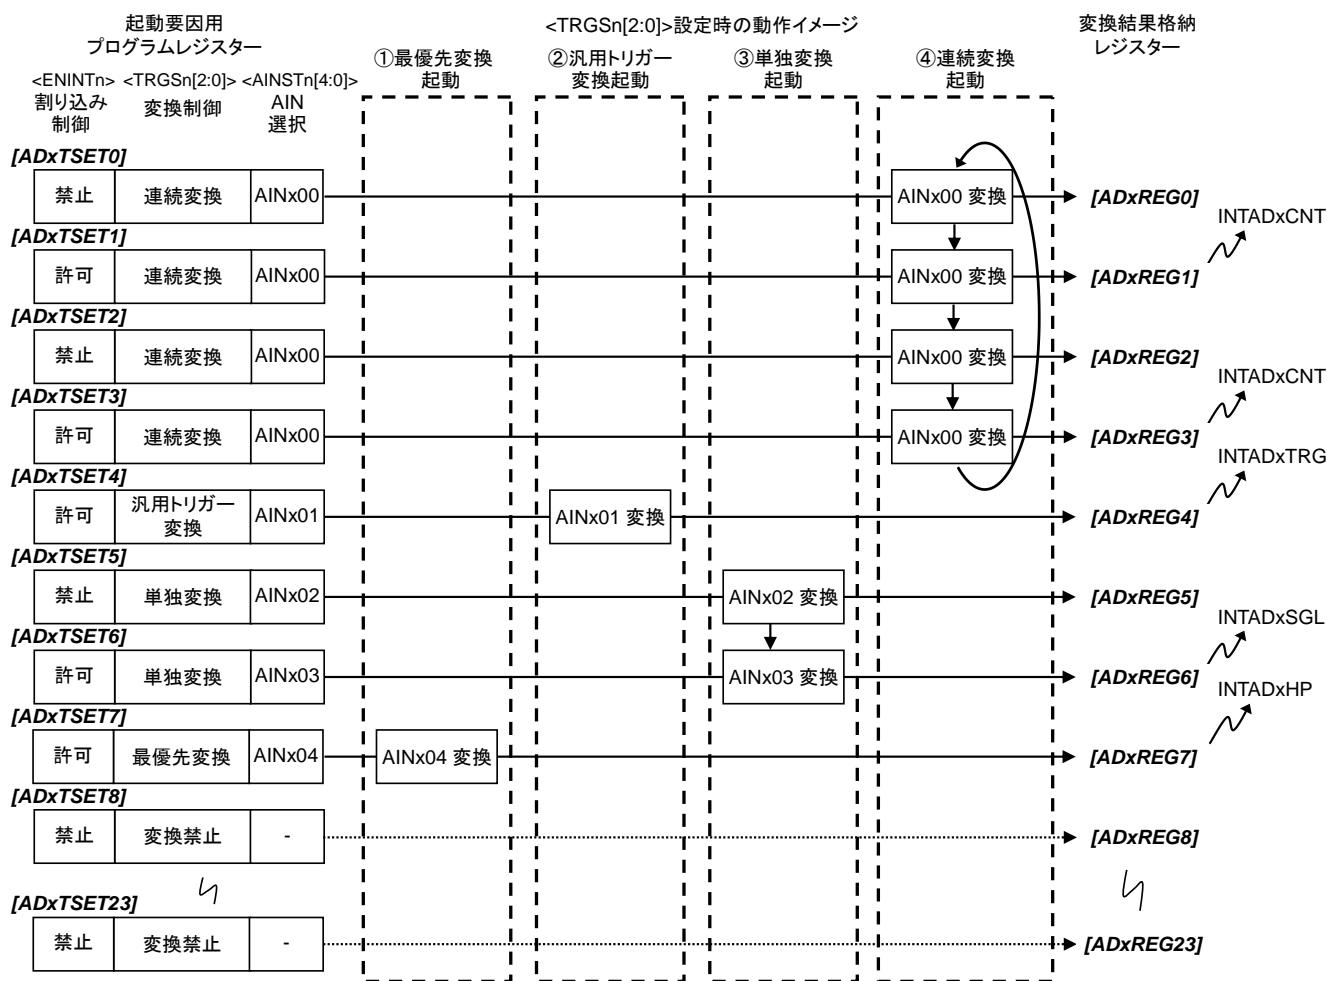

図 3.1 起動要因と動作の関連(例)
①最優先変換 ・最優先トリガー ・最優先変換動作(ソフトウェア)	② 汎用トリガー変換 ③ 単独変換動作(ソフトウェア) ④ 連続変換動作(ソフトウェア)
注) 番号①～④は、図 3.1 で動作イメージを示しています。